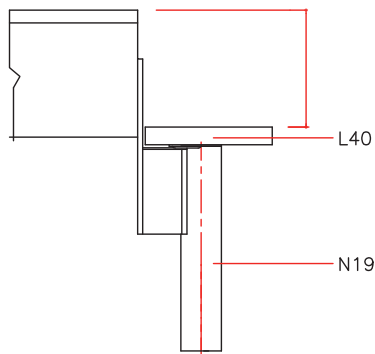

FIG. 4
6. Lever et positionner la structure avec le support N19 qui touche le plancher (fig. 4). Si l'espace pour l'escalier est trop étroit, il faut faire tourner des supports.